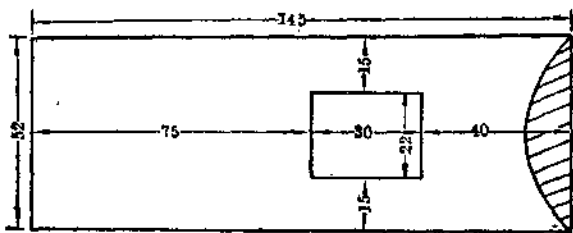

图 11
i. 用 52×145 [毫米]² 木板一块制上盖板，在它的右端先削去一个弧形(图 11)。